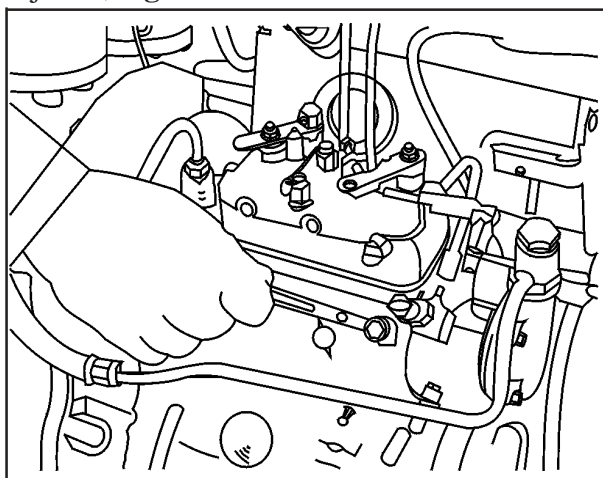

FIG 16
3. Afrouxe o parafuso inferior na bomba injetora, **Fig. 16.**